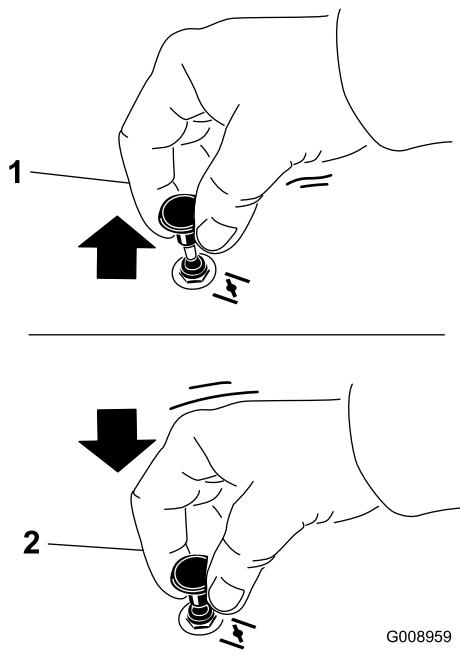

Figura 25
1. Tire hacia arriba del mando para engranar el estárter antes de usar el interruptor de encendido (Figura 25).
2. Presione hacia abajo el pomo del estárter para desactivar el estárter después de arrancar el motor (Figura 25).